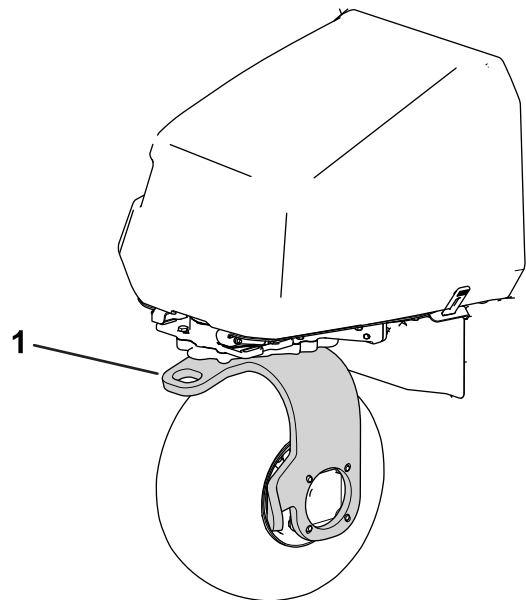

Figura 38
11. Utilice la horquilla de la rueda giratoria trasera para remolcar la máquina (Figura 38).